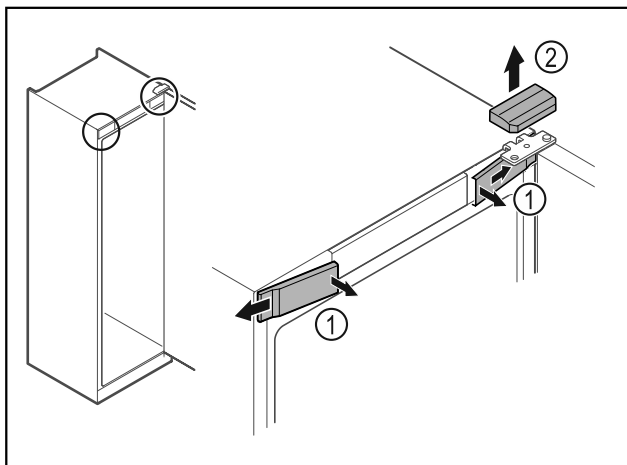

Fig. 8
- ▶ Trekk de innvendige dekslene foran Fig. 8 (1) ut av stilling, og ta dem av sidelengs.
- ▶ Trekk det øvre dekkelet Fig. 8 (2) opp og av.